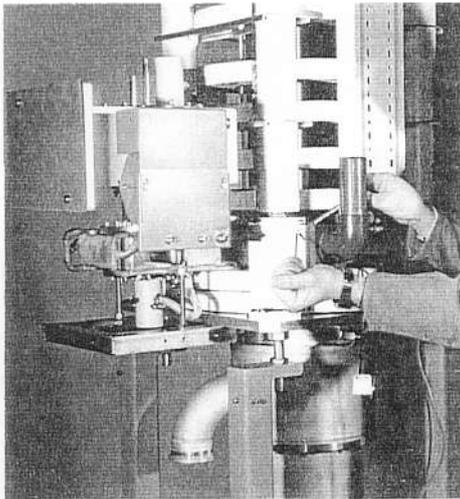

Abb. 44. Montage der Luftkühlung am Betriebsgestell
- a) Montage der vorher (3.3.) abgenommenen Luftkühlung (Abb. 44.)